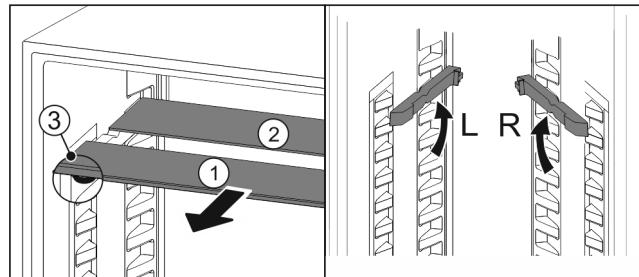

Fig. 127
- Steklene plošče posamično izvlecite Fig. 127 (1) naprej.
- ▷ Steklena plošča Fig. 127 (1) z okrasno letvijo je spredaj.
- ▷ Zaustavljalniki Fig. 127 (3) so obrnjeni navzdol.